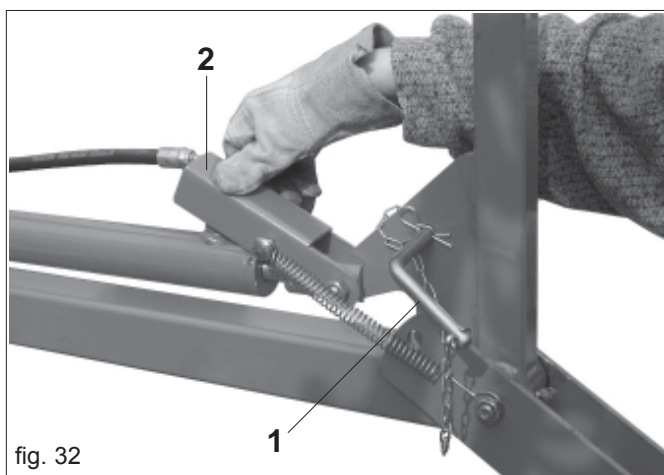

fig. 32
- 2) Die Sicherheitsriegel lösen und in ihren speziellen Sitz legen (1, Abb. 32); nun den Feststellbügel längs des Zylinders absenken (2, Abb. 32).
Während der Einstellarbeiten und bei Wartungsmaßnahmen auf dem Getriebe darf die Schraube (A Abb. 32) unter keinen Umständen verstellt werden. Damit gingen alle Eichwerte verloren und dies hätte negative Folgen für die Ausbringung.